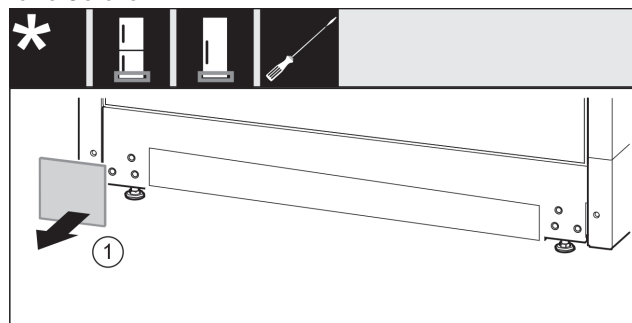

Fig. 25
- Abdeckung Fig. 25 (1) abnehmen.